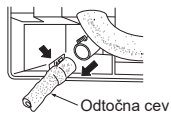

Fig. 2
- Če je odočna cev, ki je priložena notranji enoti, prekratka, jo podaljšajte z odočno cevjo (I), ki si jo priskrbite sami. (Fig. 2)
- 3) Izvlecite odtočno cev na zadnjem levem delu notranje enote. (Fig. 2)